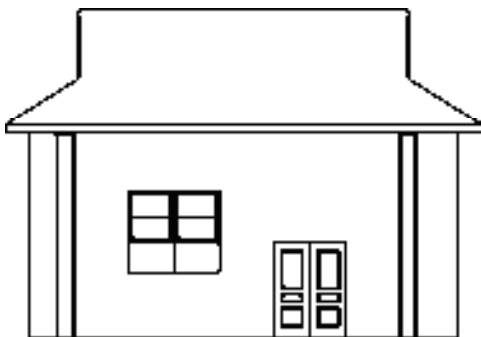

图 11-73 绘制柱立面线
4) 重复操作继续添加柱立面线, 结果如图 11-73 所示。